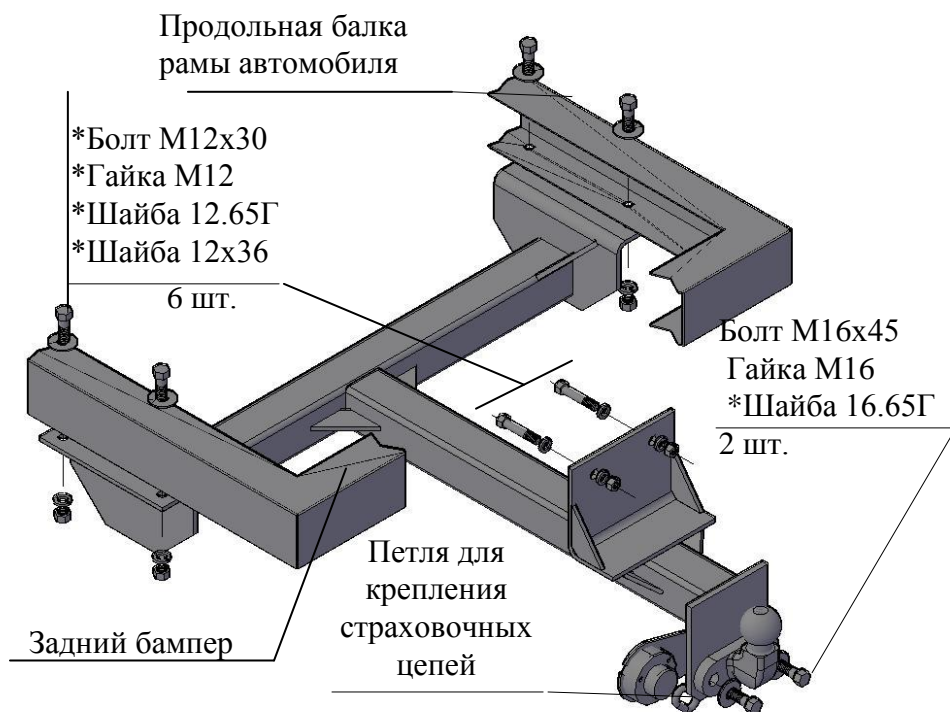

Рис.1 Тягово-сцепное устройство ТСУ 2705.К2.
2.2 Пакет комплектующих (см.рис.1) Защитный колпак	1 шт.
4.3 Прижать верхние полки боковых кронштейнов ТСУ к продольным балкам рамы автомобиля (см. рис.1)
4.4 Наметить и просверлить четыре отверстия диаметром 12,5...13 мм в нижних полках продольных балок рамы, используя ТСУ как кондуктор. Закрепить ТСУ на автомобиле в соответствии с Рис. 1.